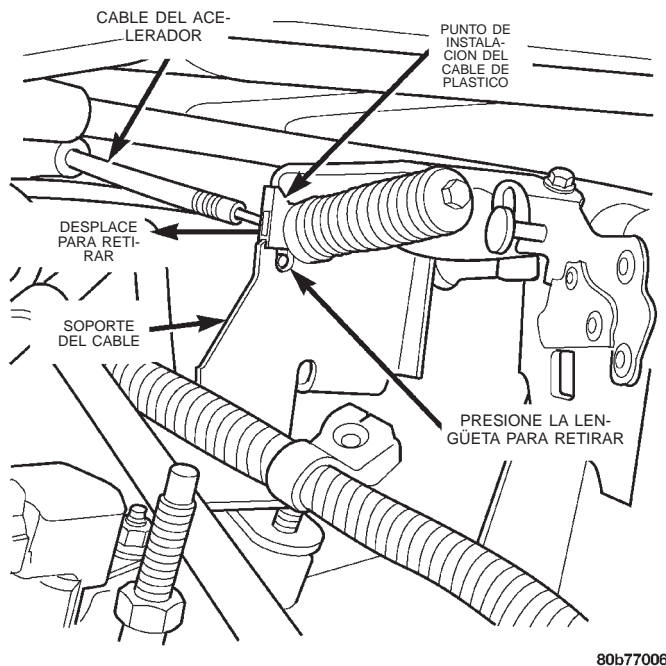

Fig. 6 Lengüeta de desenganche del cable del acelerador—Motor 4.7L V-8
(5) Presione la lengüeta (Fig. 6) para soltar el punto de instalación del cable del soporte. **Presione la lengüeta solamente lo suficiente para soltar el cable del soporte. Si se presiona demasiado, la lengüeta se romperá.** Desplace el punto de instalación de plástico (Fig. 6) hacia el lado del acompañante del vehículo para retirar el cable del soporte.
(3) Instale el conector del cable de control de velocidad en la aguja de la palanca acodada del cuerpo de mariposa (encaja encima).
(4) Desplace el punto de instalación de plástico del cable del acelerador dentro del soporte. Continúe desplazándolo hasta que la lengüeta (Fig. 6) quede alineada con el orificio en el soporte de instalación.